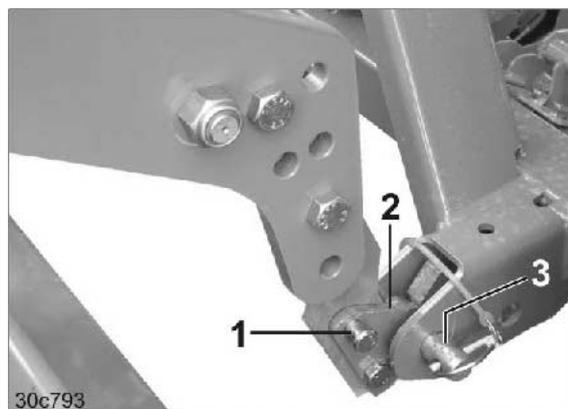

Fig. 35
2. Retirez les deux chevilles (Fig. 35/1) des crochets de bras inférieur et faites pivoter les languettes de sécurité (Fig. 35/2).
5. Agrippez les chevilles de bras inférieur (Fig. 35/3) du semoir avec les crochets de bras inférieur.
6. Fixez les languettes de sécurité (Fig. 35/2) avec les chevilles (Fig. 35/1).